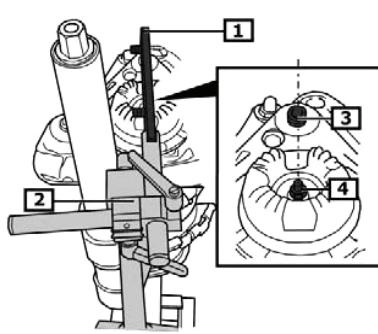

Fig. 5:
- **Fig. 5** Federbein mit Federspanner in die Federbeinaufnahme (2) einsetzen.
- **Fig. 5** Obere Federbeinbefestigung (3) und Kolbenstangenmutter (4) müssen mit dem Ausrichtarm fluchten. Kolbenstangenmutter mit 50 Nm fest-schrauben.
- **Fig. 5** Position suspension strut with the spring tensioner in the suspension strut mount (2).
- **Fig. 5** The upper suspension strut attachment (3) and the piston rod nut (4) must be aligned with the alignment arm. Tighten the piston rod nut to 50 Nm.
- **Fig. 5** Insérer la jambe de force avec le monte ressort dans le support de jambe de force (2).
- **Fig. 5** La fixation supérieure de jambe de force (3) et l'écrou de tige de piston (4) doivent être dans l'axe du bras d'alignement. Visser solidement les écrous de tige de piston avec un couple de 50 Nm.
- **Fig. 5** Colocar el amortiguador junto con el tensor de muelle en el alojamiento del amortiguador (2).
- **Fig. 5** La sujeción superior del amortiguador (3) y la tuerca del eje del amortiguador (4) deben estar alineadas con el brazo enderezador. Apretar la tuerca del eje del amortiguador con un par de 50 Nm.